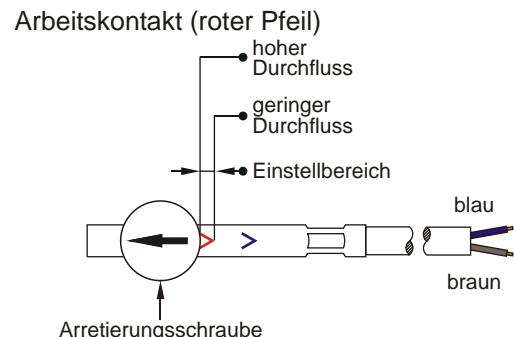
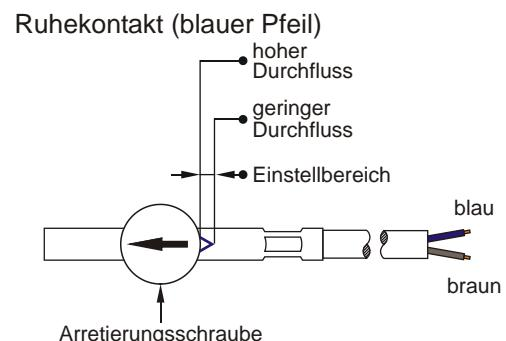

Abb. 20
Abb. 21
- ☞ Verschieben Sie anschließend die Schalteinheit so weit, dass bei gewünschtem Arbeitskontakt, der rote Pfeil (→ Abb. 20) bzw. bei Ruhekontakt der blaue Pfeil (→ Abb. 21) am Eingang der Führung der Schalteinheit sichtbar ist (entfällt bei Wechselkontakt).